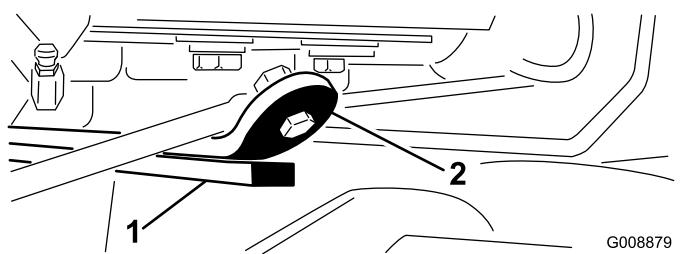

Bild 14
3. Lassen Sie den Motor an, heben die Mähwerke an und prüfen, ob der Abstand zwischen der Abnutzungsleiste an der Oberseite des Heckmähwerks und der Stoßstangenstreifens zwischen 0,51 und 2,54 mm liegt (Bild 14).